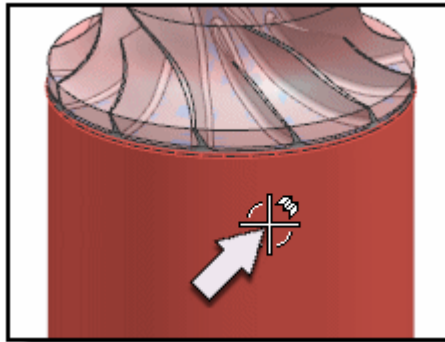

Рисунок 3.6 – Задание контрольной геометрии
- Выберите основание крепления в качестве контрольной геометрии (рисунок 3.6).